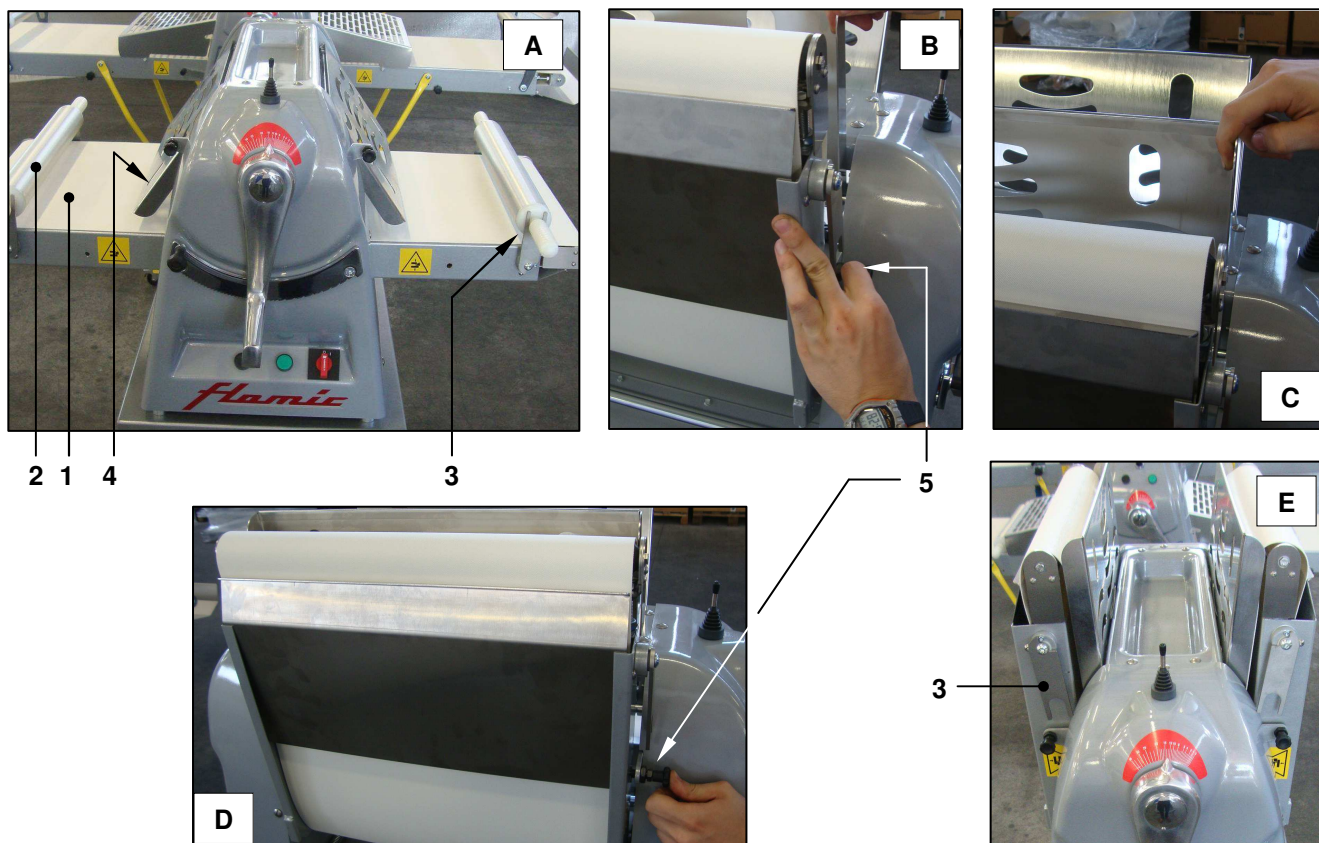

Рис. 16 - Подъём/опускание столов (модель SF450)
Для перемещения стола (1) из положения на фото А в положение на фото Е (Рис. 16):
- снимите скалки (2) и опустите кронштейны (3)
- полностью поднимите ограждение (4) (см. пар. 3.5.1)
- поднимите стол (1), оттянув защёлку (5) и отведя назад насколько возможно ограждение (4) (фото В - С)
- вставьте защёлку (5) в отверстие в боковине стола (фото D).